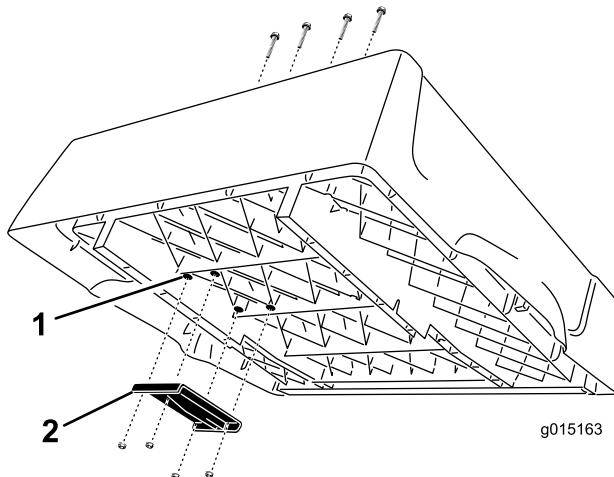

Figura 4
- Localize as 4 bossas no lado inferior da caixa no lado direito (Figura 4). Utilizando um perfurador com uma broca de 3/8 pol., perfure cuidadosamente através das bossas para fazer quatro furos através da parte inferior da plataforma.
- Monte o suporte de elevação superior na parte inferior da caixa com 4 parafusos de cabeça chata, parafusos Phillips (3/8 x 2-1/2 pol.) e porcas de bloqueio flangeadas (bloqueio Whiz) (3/8 polegada). Coloque o apoio (Figura 4).